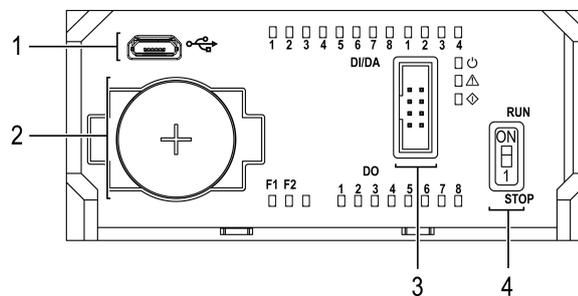

Abb. 6.3 Vordere Abdeckung geöffnet
Um den E/A-Modus zu aktivieren, schalten Sie den RUN/STOP-Schalter (Abb. 6.3, Pos. 4) in die **STOP**-Position.
Eine voll aufgeladene Pufferbatterie (Abb. 6.3, Pos. 2) gewährleistet einen unterbrechungsfreien Betrieb der eingebauten RTC für 5 Jahre. Bei Betrieb bei einer Temperatur nahe den Grenzen des Betriebsbereichs (Tab. 3.6) wird die Betriebszeit der Batterie verkürzt. Zum Batteriewechsel siehe Abschn. 8.2.
1. Schließen Sie die PR100-Programmierschnittstelle (Abb. 6.3, Pos. 1) mit PC über ein USB-auf-microUSB-Datenübertragungskabel an.
2. Verbinden Sie die PR100-Programmierschnittstelle (Abb. 6.3, Pos. 1) über ein Micro-USB-B auf USB-A-Standardkabel mit dem PC.